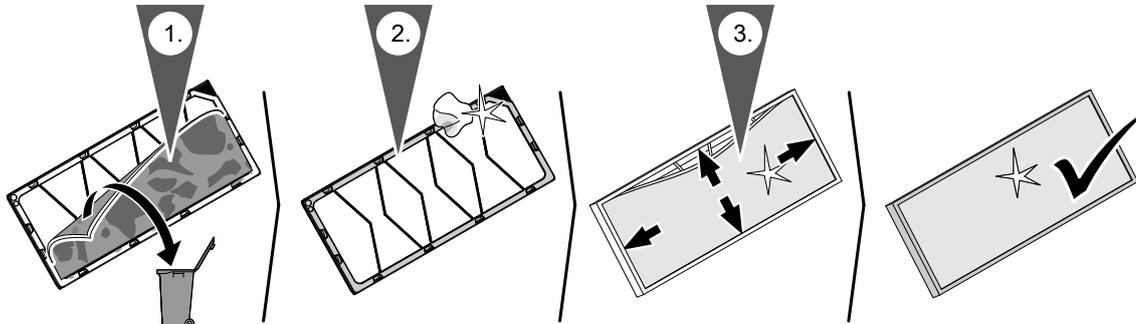

Abb. 61
- Grobfilter G4 (= ISO Coarse 60 %): Tauschen Sie nur das Filtervlies im Filterrahmen aus: Siehe Abb. 61.